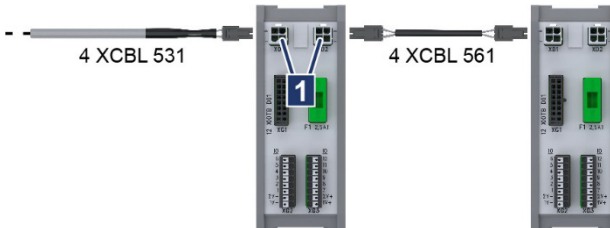

Abb. 6-3: Spannungsversorgung an XIOTB
3. Spannungsversorgungskabel 4 XCBL 531 am ersten Anschlussbock XIOTB in Buchse XD1 oder XD2 stecken (→ Abb. 6-3/1). Anschließend Spannungsversorgung mit den Kabeln 4 XCBL 561 zum anderen Anschlussblock XIOTB weiterführen (→ Abb. 6-3).